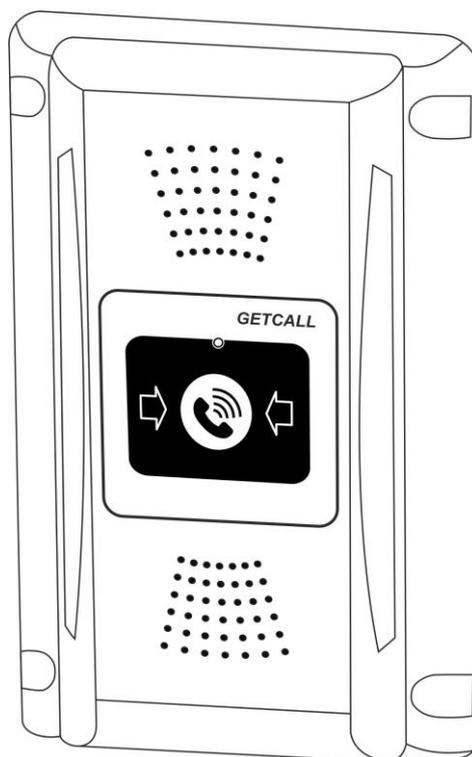

Рисунок 5.9. Абонентское устройство громкой связи GC-2001W3
3. Абонентское устройство громкой связи GC-2001W3 (рис.5.9).